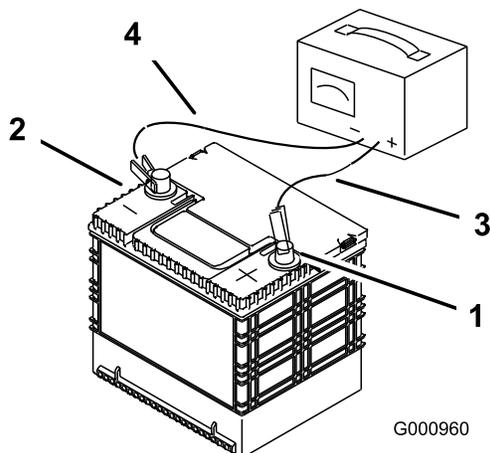

Рисунок 71
3. После полной зарядки аккумулятора отсоедините зарядное устройство от электророзетки, а затем отсоедините провода зарядного устройства от штырей аккумулятора (Рисунок 71).